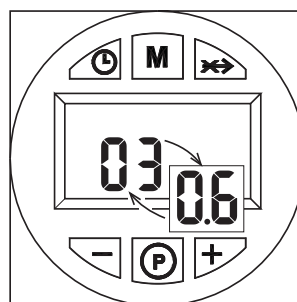

fig. 4
- La version logicielle de l'interface utilisateur et de l'unité électronique (fig. 4)